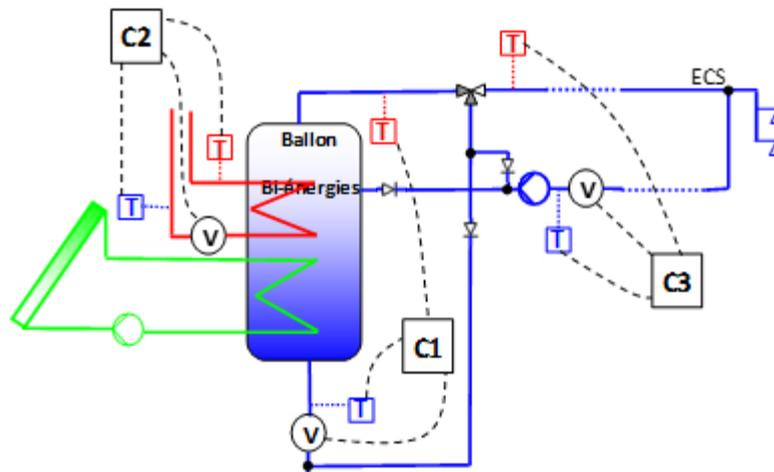

Fig. 5 Bouclage sur installation à appoint intégré
Dans ces installations tous les échanges énergétiques ont lieu dans le même volume de stockage. La contribution du solaire aux besoins de bouclage est donc « naturelle » par la stratification. Cette stratification peut être naturelle, comme sur la figure 5 ; mais aussi favorisée par tel ou tel dispositif, actif avec V3V sur un échangeur extérieur, ou passif avec canne de stratification par exemple.
- Mise en place d'un comptage spécifique sur la parte solaire du bouclage avec double index (compteur C2 de la figure 5).